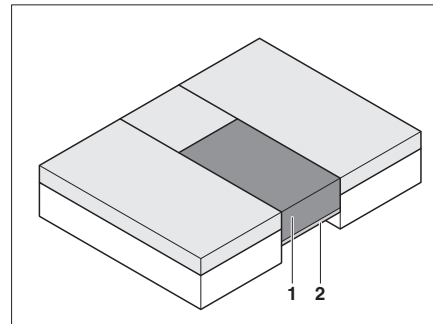

Bild 79 Nach dem Umbau
- Das Zusatzpolster (Bild 79,1) auf den ausgezogenen Lattenrost (Bild 79,2) legen.